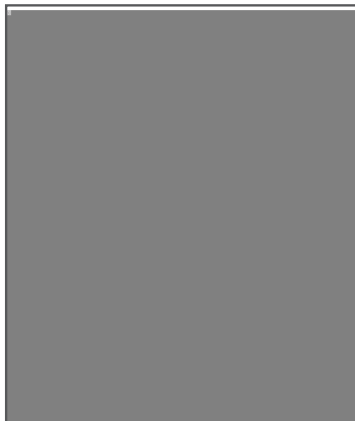

Рис. 24 Слив масла с двигателя
8. Вместе с помощником наклоните газонокосилку в сторону задней крышки деки так, чтобы емкость для слива отработанного масла находилась под маслосазливной горловиной и слейте отработанное масло через маслосазливную горловину в подготовленную для этого емкость (Рис. 24).